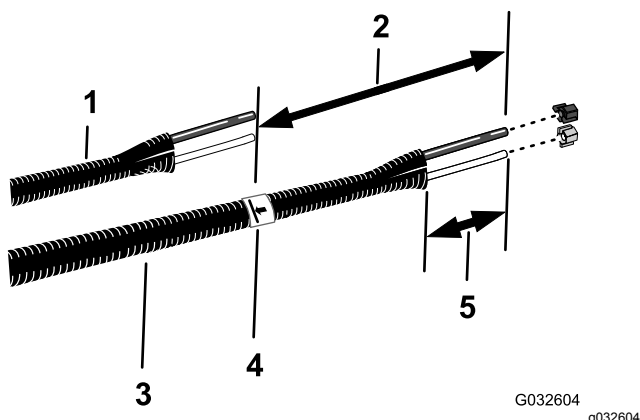

図 20
6. 古い原液チューブと空気チューブ 図 20 を新しいチューブアセンブリ Toro P/N 114-9553 に合わせて並べる。
8. ステップ 7 で新しいチューブアセンブリに付けたマークから 26cm の所にマーキングを施し、この位置長さを増やした方のマークでチューブアセンブリを切断する 図 20。
10. チューブアセンブリの各チューブの端部から、外被覆を 77 102mm はぎ取る 図 20。